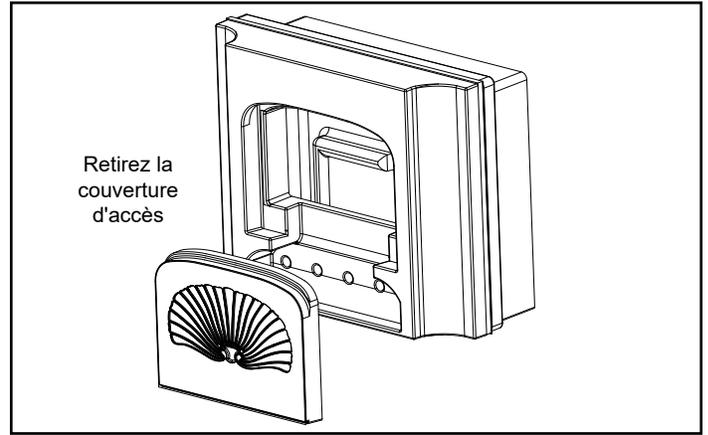

Figure 5.7 - Retrait de la couverture d'accès.
2. Pour enlever le couvercle d'accès, tirez-le vers le haut et dehors. (Figure 5.7)